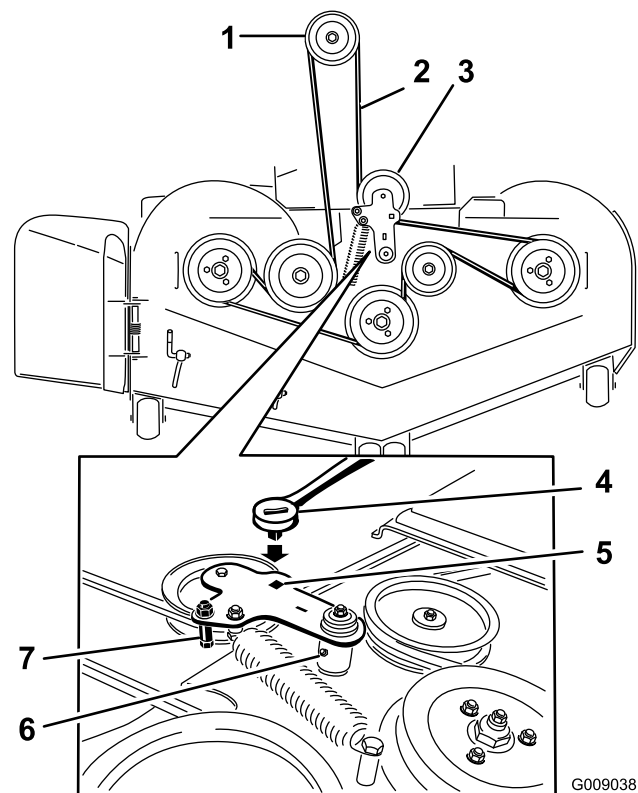

Figura 97
5. Levante la chapa de suelo e introduzca una llave dinamométrica en el taladro cuadrado del brazo tensor de la carcasa (Figura 97).
6. Gire cuidadosamente el brazo tensor de la carcasa en el sentido de las agujas del reloj y retire la correa del cortacésped (Figura 97).